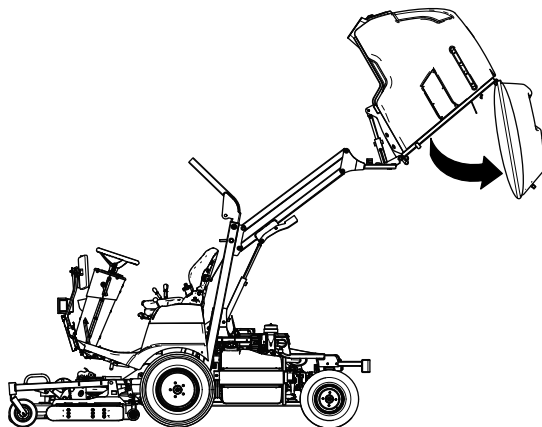

Рисунок 140
2. Поднимите бункер (Рисунок 140) в верхнее положение до упора; см. раздел Подъем бункера \(страница 34\).
3. Разгрузите бункер (Рисунок 140) и оставьте его в крайнем положении разгрузки, в котором задняя дверь будет свободно висеть; см. раздел Разгрузка бункера \(страница 35\).